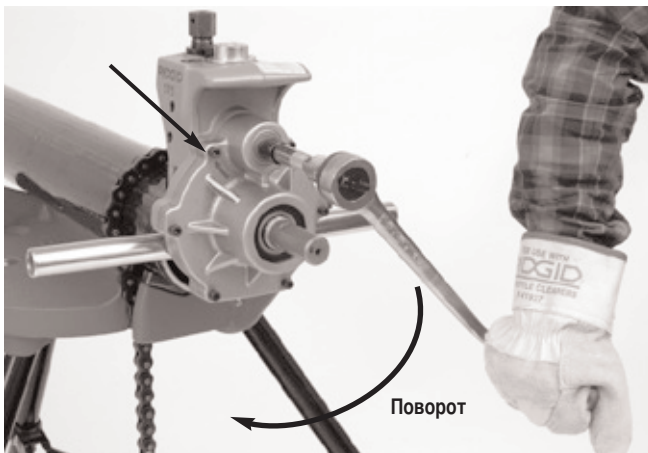

Рисунок 17 – Поворот трещоточного ключа в соответствии со стрелками
5. Поверните трещоточный ключ по часовой стрелке, если смотреть с задней стороны устройства для накатки желобков (на задней панели устройства направление указано стрелками, см. рис. 17). Устройство для накатки желобков должно вращаться, при этом крышка устройства должна соприкасаться с краем трубы. Если устройство для накатки начинает отходить от края трубы, вращать трещоточный ключ больше не следует во избежание скручивания прибора с конца трубы и падения. Чтобы обеспечить контакт крышки устройства с краем трубы, можно нажать на рычаги устройства для накатки желобков. Если необходимо, переустановите устройство для накатки желобков на трубу. (см. раздел “Установка устройства для накатки желобков на трубе”). Если труба деформирована, ее следует обрезать и сделать новый желобок.